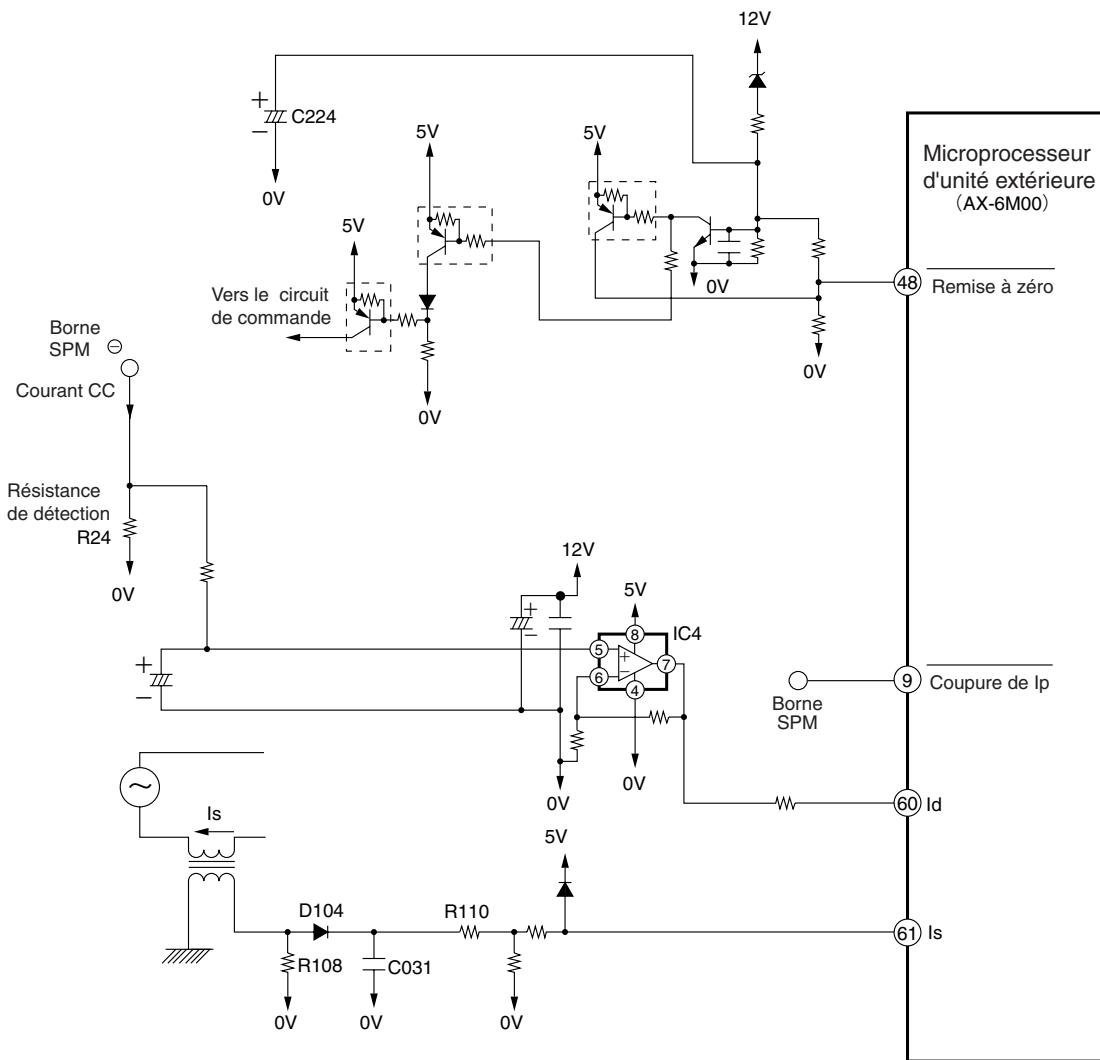

Fig. 7-1 Circuits périphériques de microprocesseur (AX-6M00)
• La Fig. 7-1 représente le microprocesseur et ses circuits périphériques.